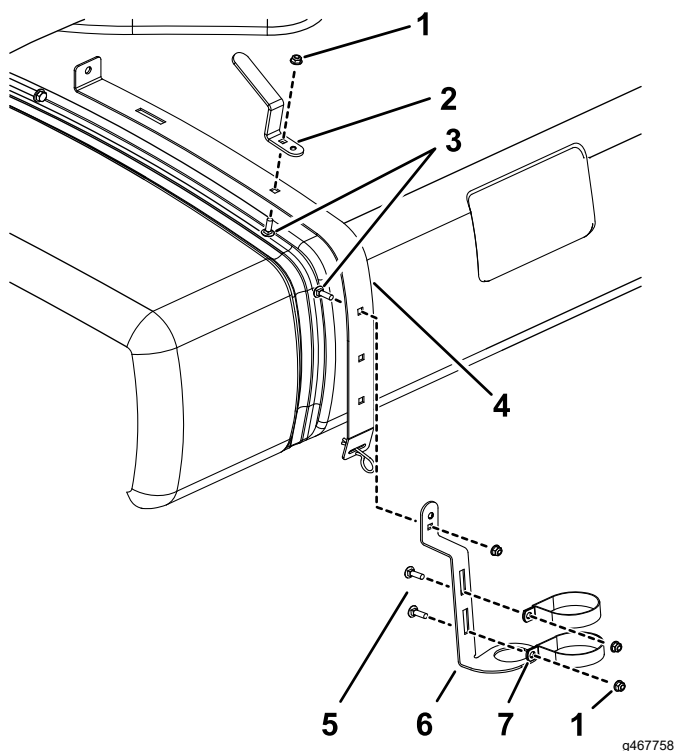

**Figura 1**
- No Multi Pro 1750 e Multi Pro 5800, solte correia frontal, do lado direito (Figura 1).
2. Instale os grampos em R, o suporte da pistola de pulverização e gancho do tubo como se mostra na Figura 1 ou na Figura 2 utilizando um parafuso de carroçaria, uma anilha chata e uma porca de cabeça flangeada.